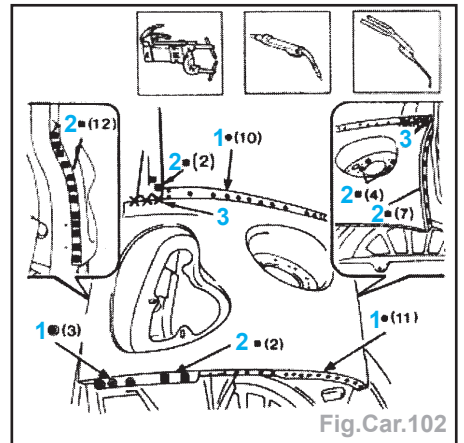

Fig.Car.102
- Effectuer des soudures (Fig.Car.102) :
- par points (1),
- en remplissage (2) dans les trous,
- par brasure (3).